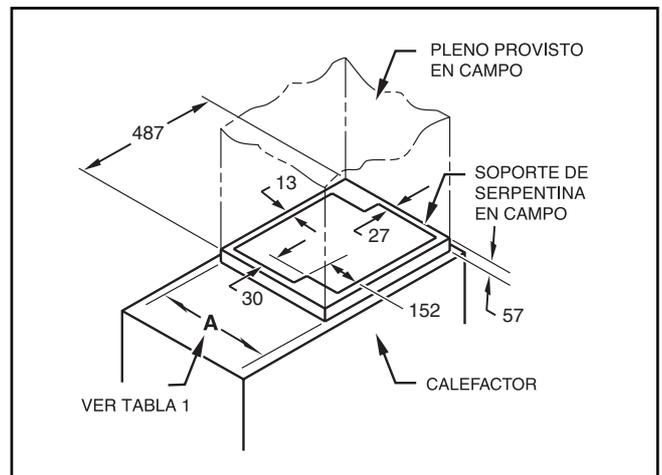

Fig. 3 – Orientación Correcta del Soporte de la Serpentina sobre el Calefactor.
1. Fabrique en campo una repisa de soporte de la serpentina, utilizando las dimensiones dadas en la Fig. 3. La repisa de soporte de la serpentina es requerida para completar la instalación sin gabinete.